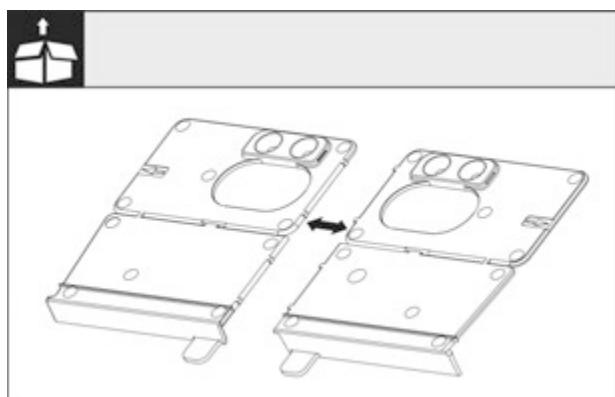

Fig. 27
- Монтажний кут дно Fig. 27 Ø відокремити на перфорації.